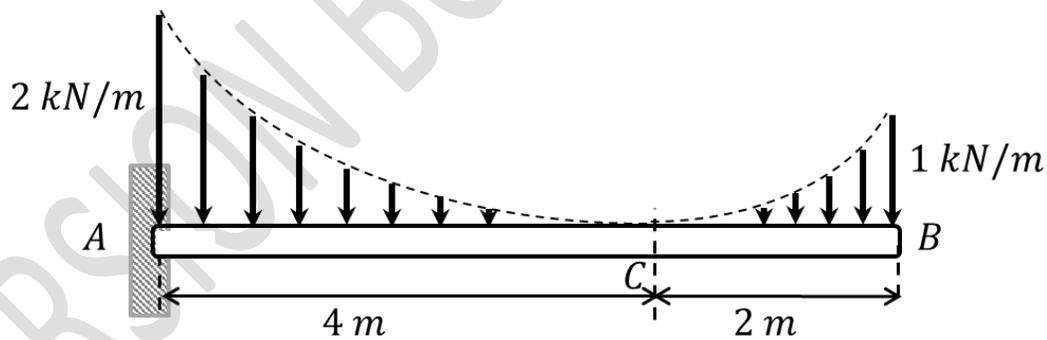

Fig. 7.12.
7.7.- Una viga AB de peso despreciable y homogénea soporta dos cargas distribuidas que son parábolas como muestra la Fig. 7.12. El punto C representa el vértice de ambas parábolas, en estas condiciones, determine las reacciones en el empotramiento A.